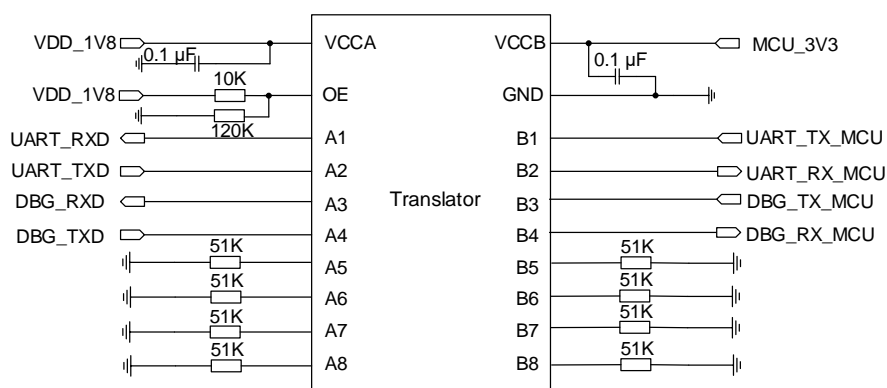
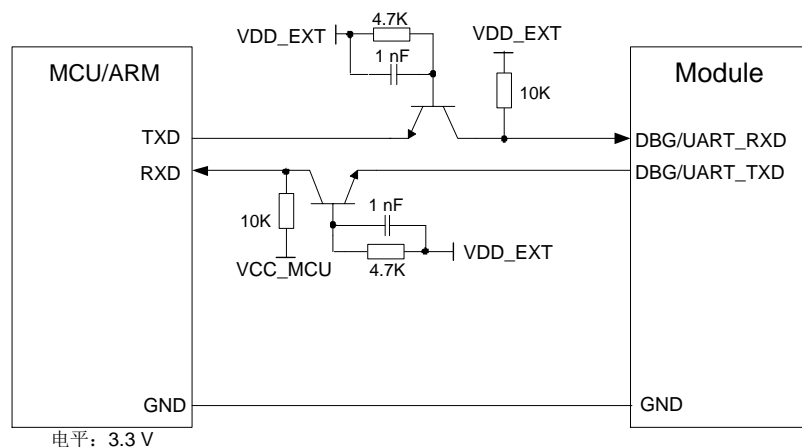

图 11: 电平转换芯片参考电路（主 UART）
图 12: 晶体管电平转换参考电路（主 UART）
2. 电平转换参考电路（图 11 和 图 12）以主 UART 为例，调试 UART 的电平转换电路与主 UART 连接方式相同。